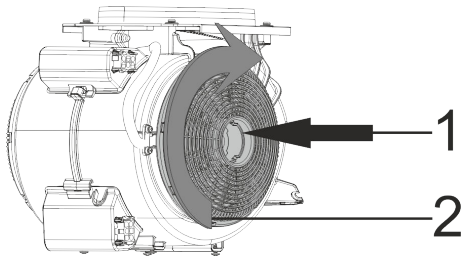

Fig. 7: FILTRO DE CARVÃO
- 1-Colocar o filtro de carvão na sua estrutura (Fig. 7).
- 2-Rodar o filtro de carvão no sentido horário, assegurar que fica completamente encaixado (Fig. 7).